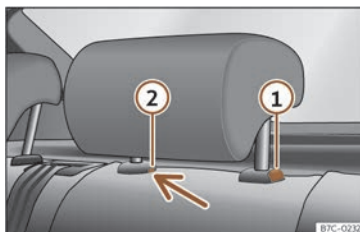

Fig. 73 Repousacabezas traseiro: desmontaxe.
- Prema a tecla >>> **fig. 73 ①**, apertando á vez polo orificio do seguro ② cun desaparafusador plano de máximo 5 mm de anchura e retire o repousacabezas.